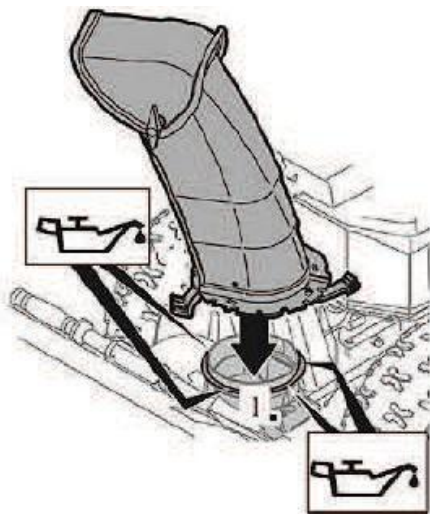

Рис. 11.
- ✓ добавьте небольшое количество масла на поворотный узел желоба для выброса снега (см. рис. 11).